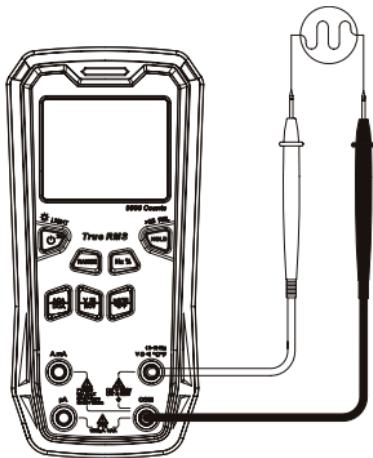

Рис. 7 Измерение частоты и коэффициента заполнения
7.8 Определение фазного и нулевого проводника (см. рис. 7)